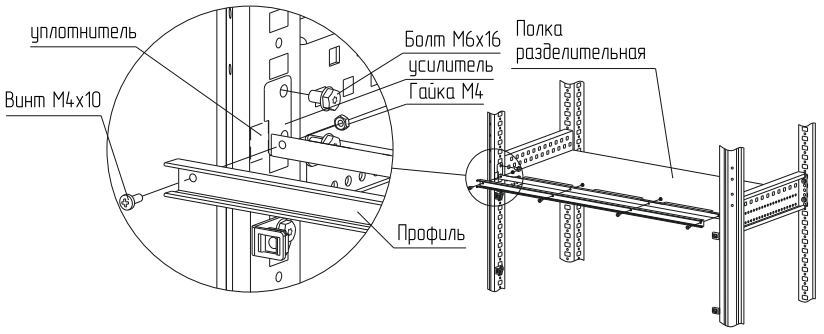

Рисунок 48
4.25.3 Установка притвора. Установите усилитель между стойками, при установке совместно с полкой разделительной, усилитель должен надеваться на переднюю часть полки. Наклейте уплотнитель (рисунок 48) и прикрепите профиль к усилителю комплектом винтов М4х10 и гаек М4 с моментом затяжки – 1,5 Н·м.